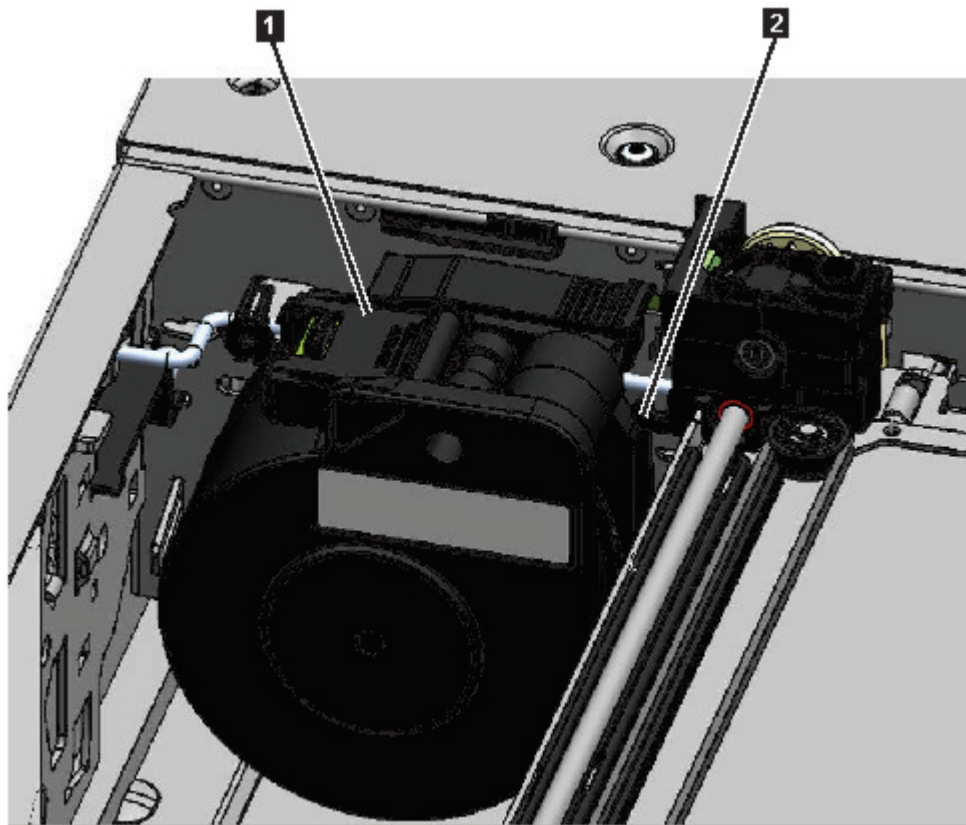

Abbildung 74. Spooling-Kabel in Parkposition
**Anmerkung:** Schreiben Sie auf, wo sich das Ende des Spooling-Kabels in den Zugriffsmechanismus dreht. Sie müssen dies wissen, wenn das neue Spooling-Kabel an den Zugriffsmechanismus angeschlossen wird. Siehe **2** in Abbildung 74 auf Seite 165.
9. Bringen Sie den Spooling-Anschluss (**1** in Abbildung 74 auf Seite 165) in die Parkposition.